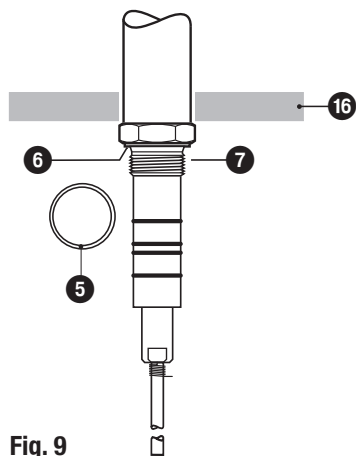

Fig. 9
2. Beiliegenden Dichtring ⑤ auf den Dichtsitz ⑥ der Elektrode legen. **Fig. 5, Fig. 9**
3. Elektrodengewinde ⑦ mit einer geringen Menge Siliconfett bestreichen (z.B. Molykote® 111).
5. Für den Einbau von zwei Elektroden in einen Flanschdeckel die erste Elektrode wie in 4. beschrieben montieren. Vor Montage der zweiten Elektrode Mutter ⑮ lösen, PE-Anschluss ⑭ demontieren und Kabelschuhe von der Platine abziehen. Elektrode einschrauben. Mutter ⑮ leicht anziehen. PE-Anschluss ⑭ montieren, Kabelschuhe aufstecken.
- Elektrodengehäuse nicht in die Wärmeisolierung des Kessels einbeziehen! **Fig. 5, Fig. 9**